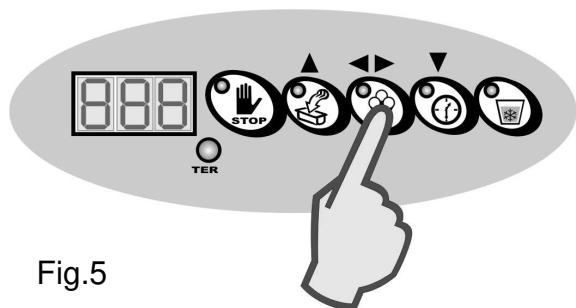

Fig.5
- In seguito, premere il tasto Conferma per avviare il nuovo ciclo di mantecazione (Fig. 5).